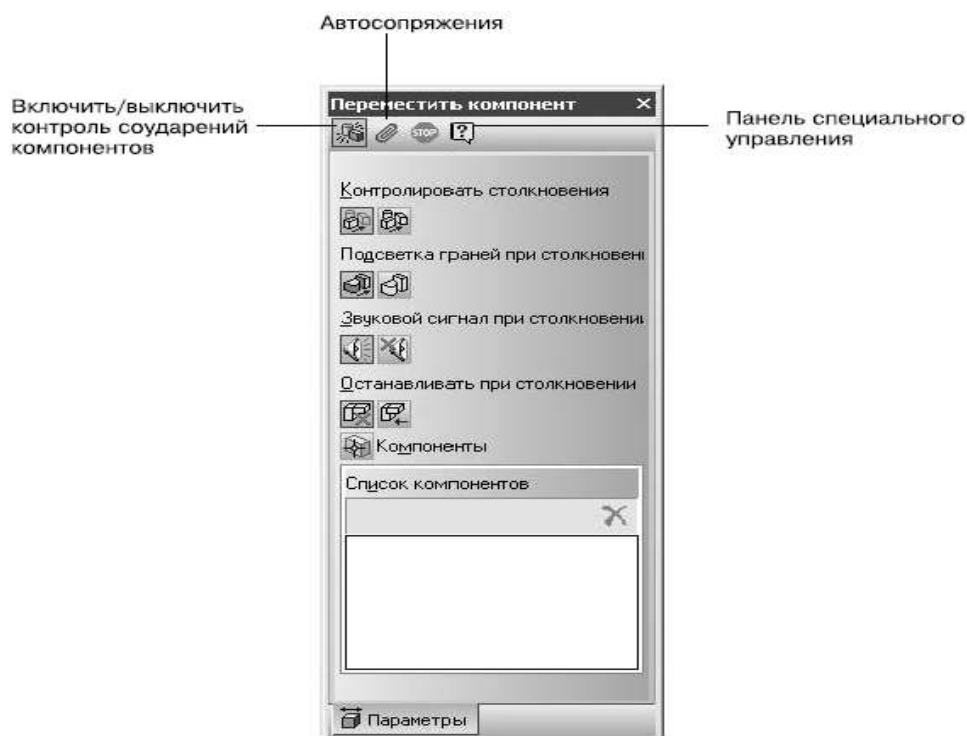

Рис. 1.32. Элементы управления панели свойств при перемещении компонента сборки
- **Контроль соударений.** Эту функцию можно активизировать с помощью команды Контроль соударений контекстного меню или используя кнопку Включить/выключить контроль соударений компонентов на панели специального управления, которая расположена слева или сверху от панели свойств (рис. 1.32). При включенном контроле соударений система не дает перемещаемой или поворачиваемой детали проникать в соседние компоненты сборки. При столкновении двух деталей место столкновения сразу подсвечивается красными линиями и выдается звуковой сигнал. Кроме того, передвижение модели далее в этом направлении становится невозможным.
- **Автоматическое сопряжение перемещаемой детали с окружающими ее ближайшими компонентами.** При этом система старается самостоятельно подобрать наиболее подходящие сопряжения при приближении элементов деталей (границы, вершины и ребра) друг к другу. Эту функцию можно активизировать так же, как и контроль соударений: с помощью команды контекстного меню Автосопряжения или кнопки Включить/выключить режим автосопряжений на панели специального управления (см. рис. 1.32).